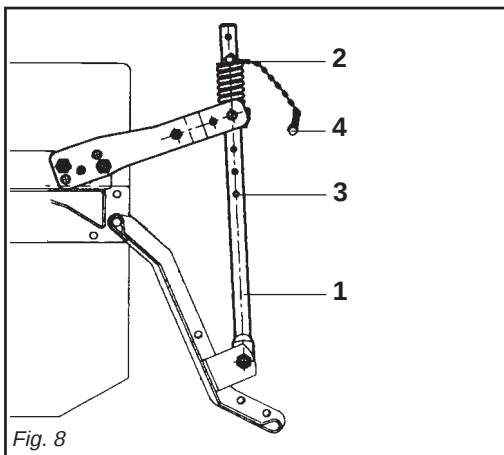

Fig. 8
- 6 - Il martinetto a molla (1 Fig. 8) oltre a sostenere la lamiera livellatrice ed ammortizzarla nel trasporto su strada, serve a evitare il ribaltamento della zappatrice durante il parcheggio. Durante il lavoro e nel trasporto su strada la copiglia (4 Fig. 8) va tolta dal tubo del martinetto e lasciata libera. A seconda della posizione, determinata dalla copiglia (2 Fig. 8) sui vari
- 6 - Besides supporting the levelling plate and acting as a shock absorber for it during road transport, the spring ram (1 Fig. 8) prevents the steerage hoe from overturning when parking. During work and road transport, the split pin (4 Fig. 8) must be removed from the ram tube and left free. The effect of the levelling plate on the soil can be increased or decreased
- 6 - Die Federwinde (1 Abb. 8) trägt nicht nur das Planierschild und dient beim Straßen-transport zur Dämpfung von Stößen, sondern sie soll auch verhindern, daß die Hackfräse während des Parkens umkippt. Während der Arbeit und beim Straßen-transport ist der Splint (4 Abb. 8) vom Rohr des Hydrozylinders abzunehmen und frei zu lassen.
- 6 - Le vérin à ressort (1 Fig. 8) sert de soutien à la tôle de nivellement et de suspension pendant le transport sur route, pour éviter le basculement du cultivateur lors du stationnement. Pendant le travail et dans le transport sur route la goupille (4 Fig. 8) doit être enlevée du tube du vérin et laissée libre. L'effet de la tôle de nivellement sur le
- 6 - El gato de resorte (1 Fig. 8), además de sostener la chapa de nivelación y protegerla durante el transporte en carretera, sirve para evitar el vuelco de la binadora durante el estacionamiento. Durante el trabajo y en el transporte en carretera el pasador (4 Fig. 8) debe ser quitado del tubo del cilindro y dejado libre.
fori posti nel tubo del martinetto (3 Fig. 8) si riesce ad aumentare o diminuire l'effetto della lamiera livellante sul terreno.
depending on the position, established by the split pin (2 Fig. 8) in the various holes in the ram tube (3 Fig. 8).
Je nach der Position, die durch den Splint (2 Abb. 8) in den verschiedenen Löchern des Windenrohres (3 Abb. 8) festgelegt wird, kann die Wirkung des Planierschilds auf den Boden erhöht oder verringert werden.
terrain peut être augmenté ou diminué en changeant la position de la goupille (2 Fig. 8) dans les différents trous du tube du vérin (3 Fig. 8).
De acuerdo a la posición, determinada por el pasador (2 Fig. 8) en los diversos orificios del tubo del gato (3 Fig. 8) se logra aumentar o disminuir el efecto de la chapa de nivelación sobre el terreno.